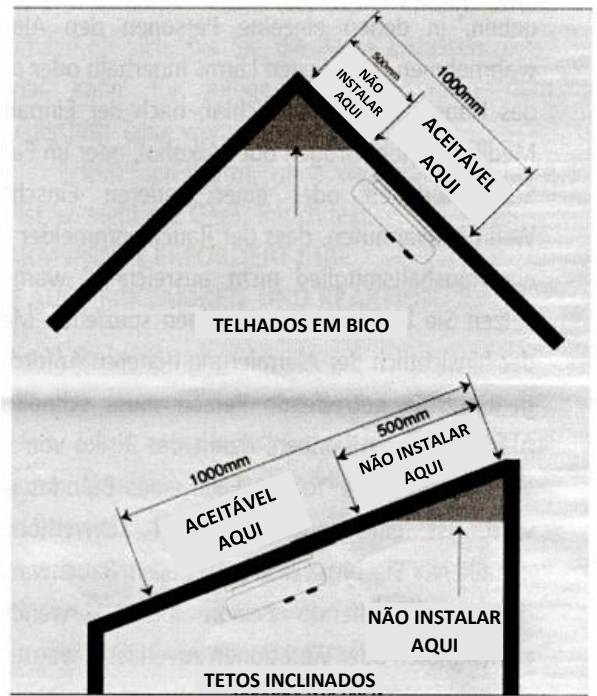

Figura 4
- No caso de tetos redondos ou pontiagudos, instale o detetor de fumo entre 50 cm e 100 cm abaixo do topo do teto (veja a Figura 4).
Em tetos inclinados, onde a diferença de altura é superior a 1 m num comprimento de 6 m, monte o detetor na metade inferior do teto da sala (veja a Figura 4).